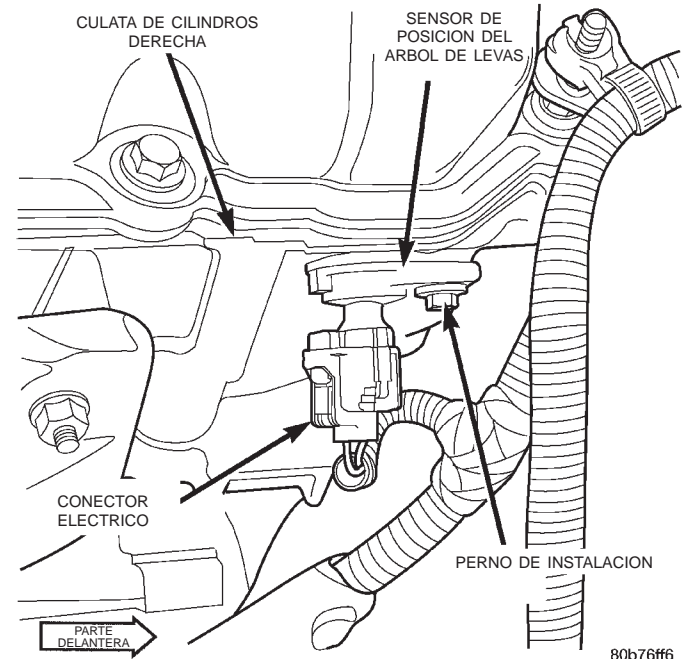

Fig. 36 Localización de CMP—motor 4.7L
El sensor de posición del árbol de levas del motor 4.7L V-8 está empernado en la parte superior delantera de la culata de cilindros derecha (Fig. 36).
(2) Desconecte el conector eléctrico en el sensor de CMP (Fig. 36).
(3) Retire el perno de instalación del sensor (Fig. 36).
(4) Extraiga cuidadosamente el sensor del bloque del motor con un movimiento de balanceo empleando dos destornilladores pequeños.
(5) Verifique el estado del anillo O del sensor.